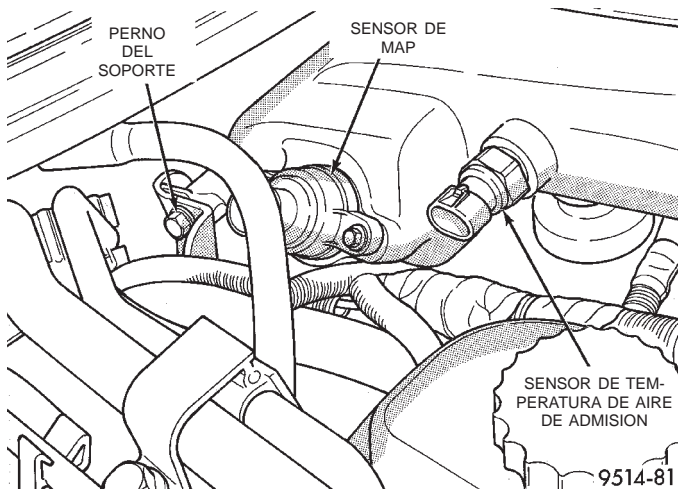

Fig. 30 Sensores del múltiple de admisión y perno del soporte izquierdo de la cámara impelente
(1) Desconecte el cable negativo del borne de puente auxiliar.
(2) Desenchufe los conectores de los sensores de MAP y de temperatura de aire de admisión (Fig. 30).
(3) Retire el perno del soporte de la cámara impelente situado hacia atrás del sensor de MAP (Fig. 30).